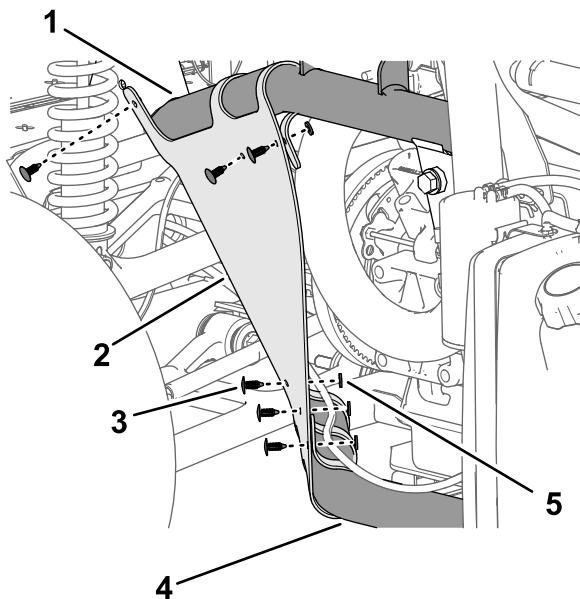

図 215
2. 押し込みファスナー6個を使って、内側フェンダ用シュラウドをフレームチューブに固定する 図 215。
3. 図 215に示すように、フェンダの穴を、車体フレームの穴に合わせる。